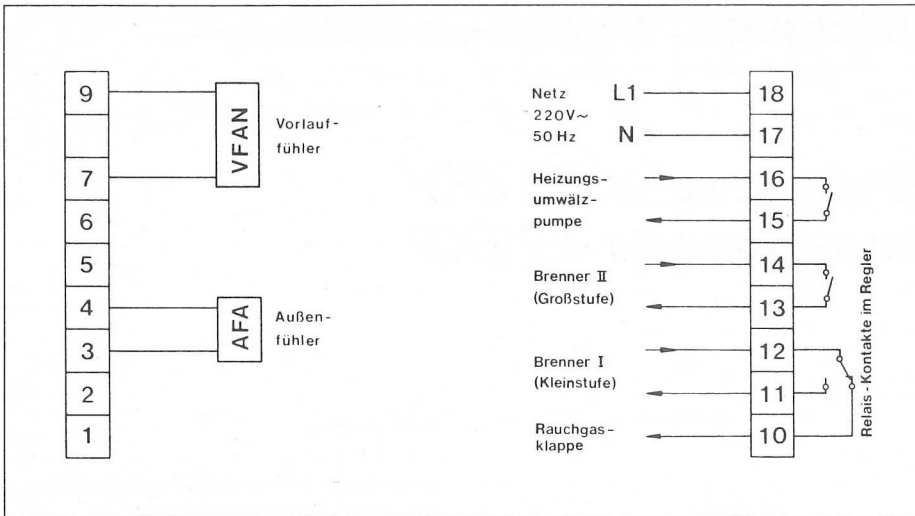

Bild 3 Anschlußschema zu 2.1.1
2.1.1 Witterungsabhängige Vorlauftemperaturregelung ohne Fernbedienung (Bild 3).